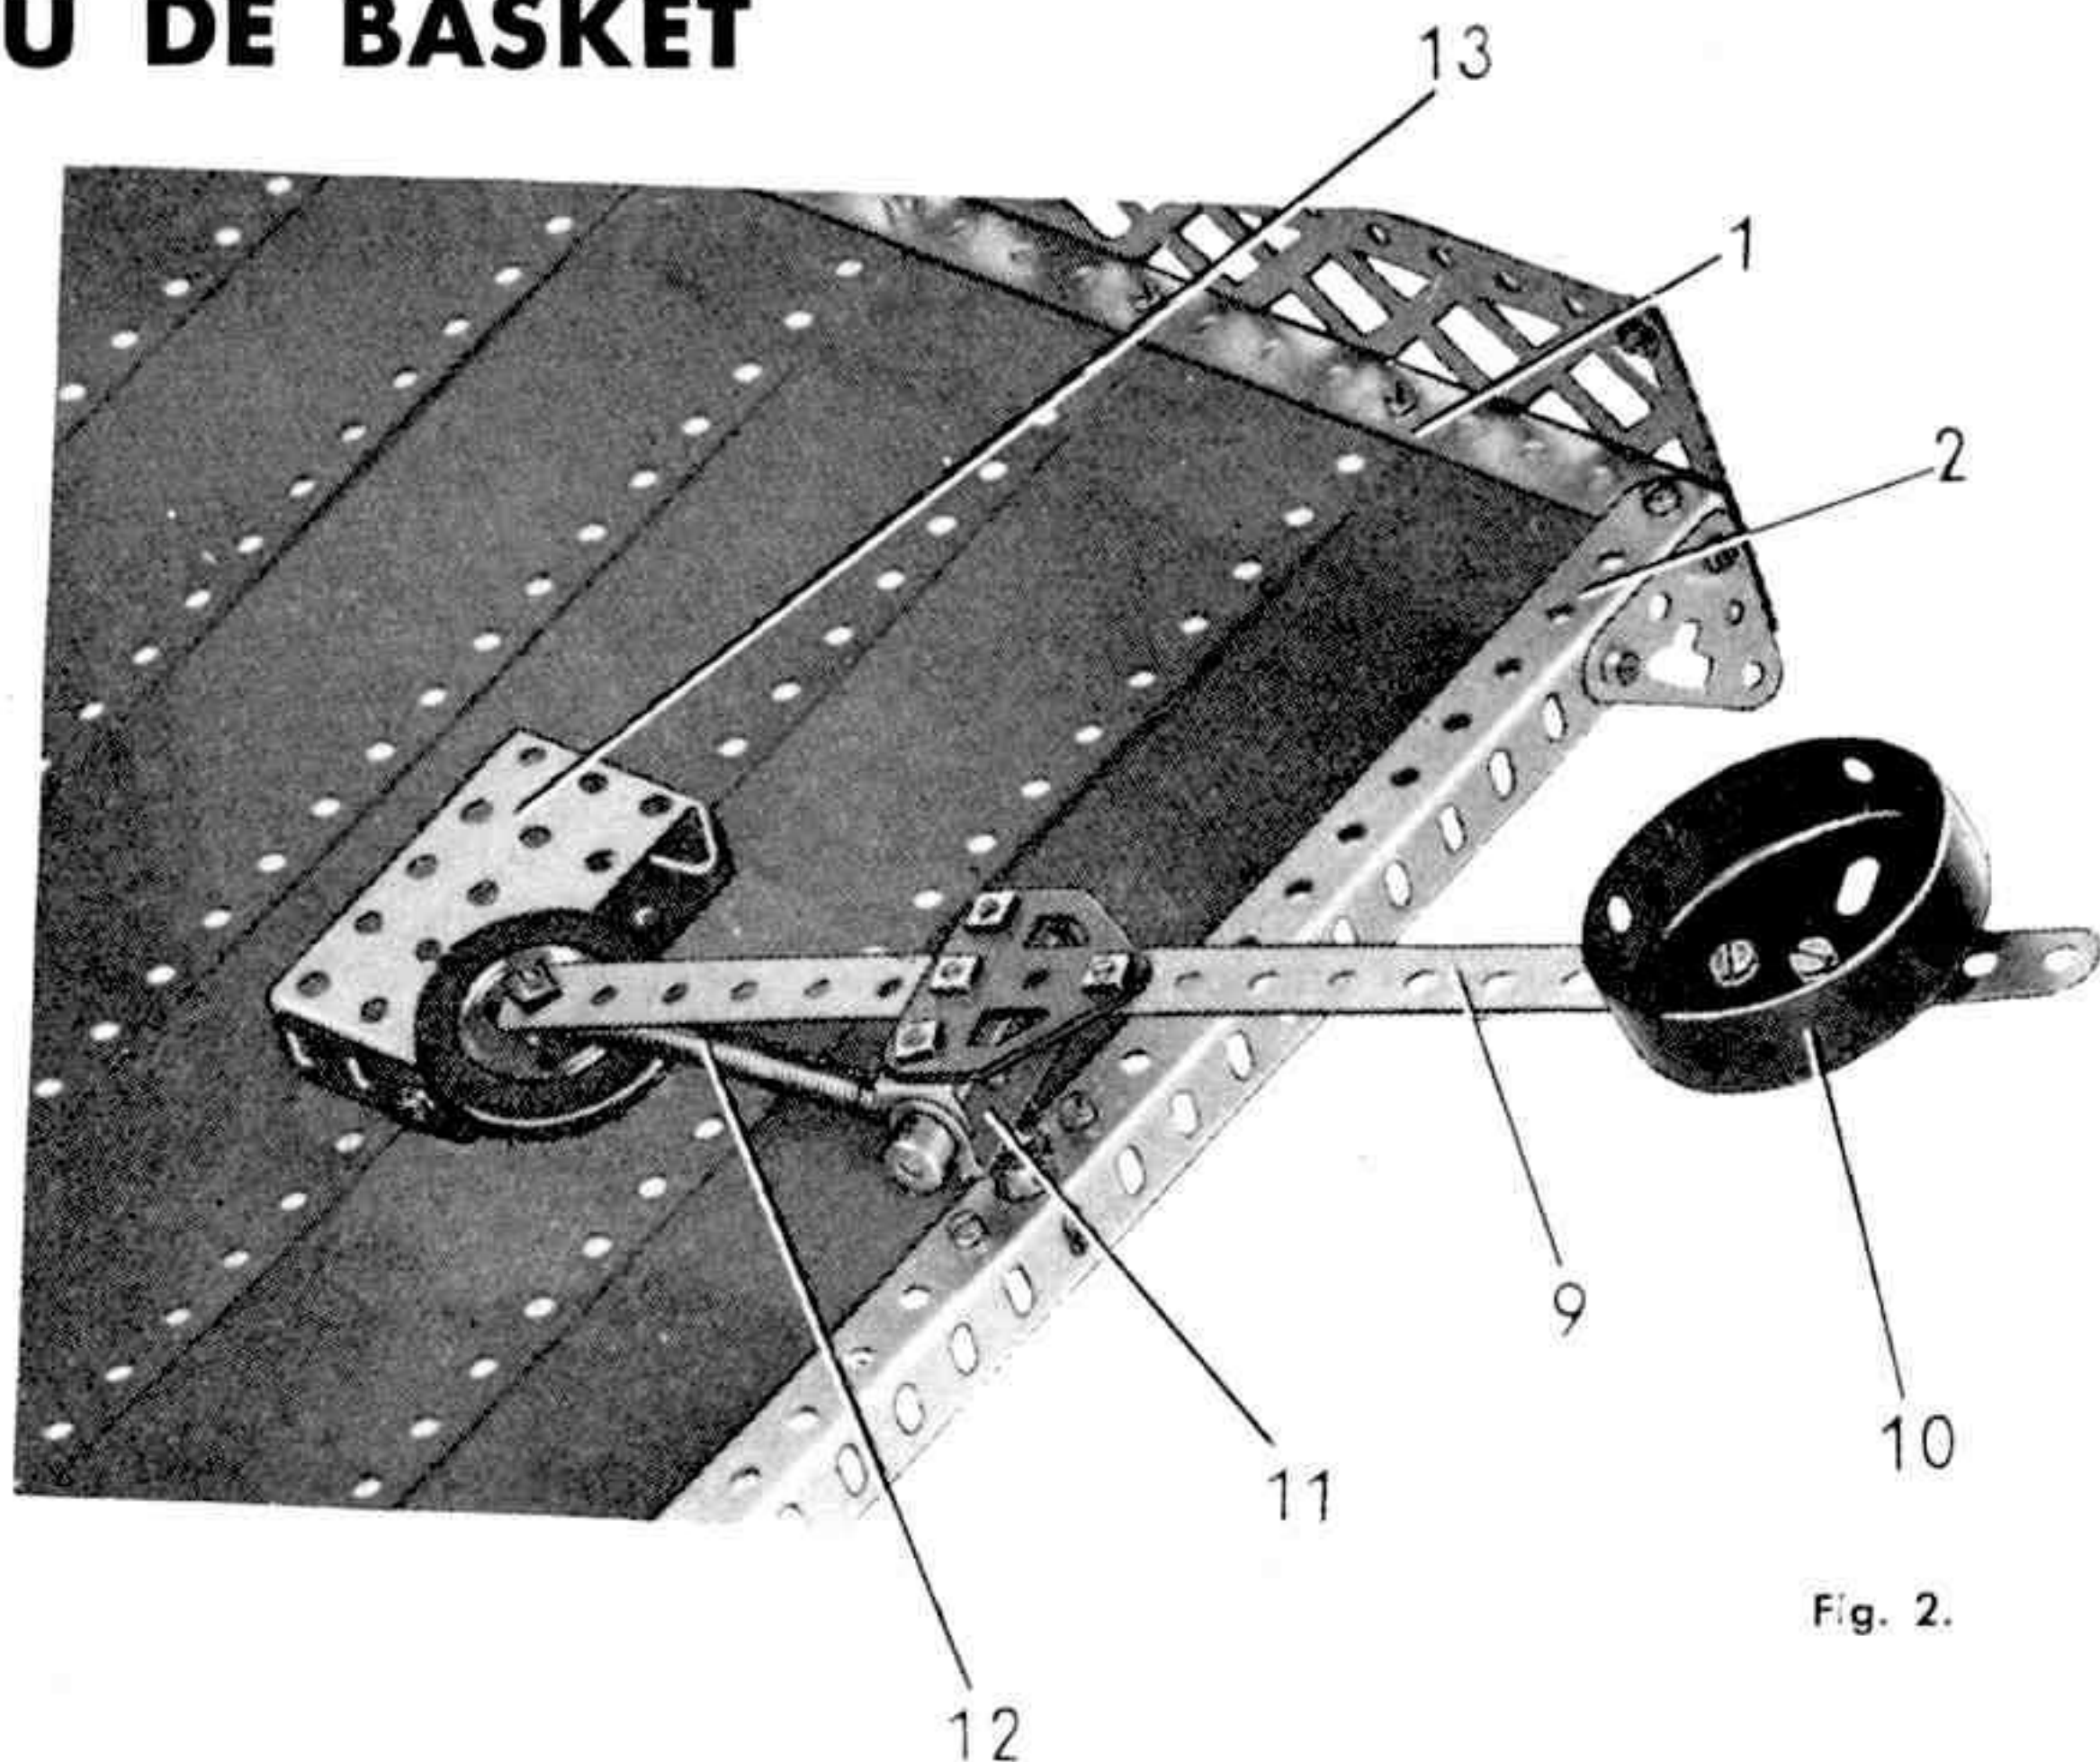

Fig. 2.
Une catapulte se construit à l'avant de la base (fig. 2). Elle est formée d'une bande (9) composée elle-même d'une bande de 19 trous et d'une de 5 qui se recouvrent sur deux trous. Une joue de chaudière (10) est boulonnée sur la jonction des deux bandes.